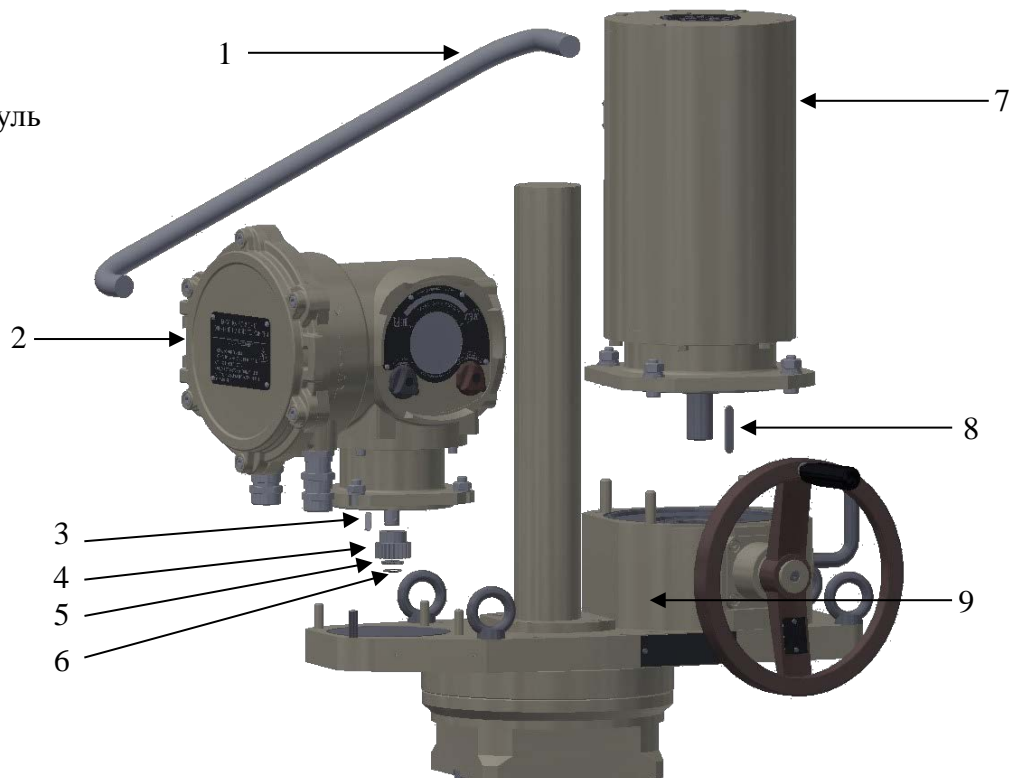

Рисунок 26 – Порядок замены редуктора
- с помощью шестерни (поз.4) Рис.26.
- В случае стыковки с помощью шестерни (рис. 26):